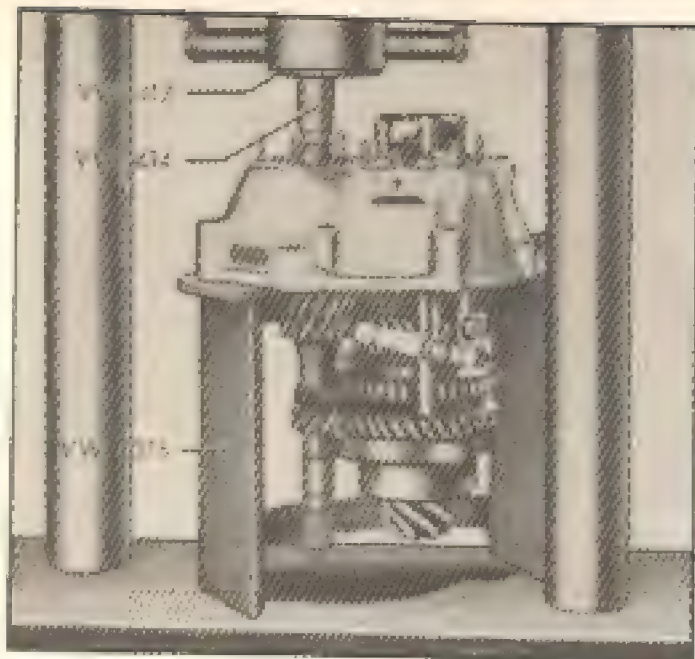

Fig. 3-K — Retirada do conjunto das duas árvores da caixa de mudanças, com auxílio da prensa e ferramentas auxiliares.
- A tampa da caixa de mudanças pode ser removida e para isso coloca-se em torno do sincronizador de 1.a e 2.a e da árvore primária um anel de borracha, que serve para segurar essas peças durante sua retirada da carcaça com a prensa (fig. 3-K).